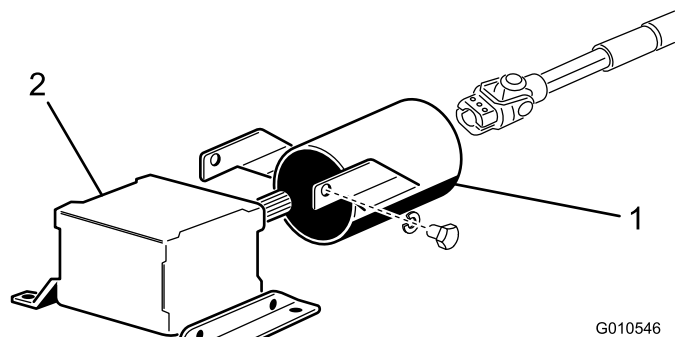

Figure 7
1. Enlevez les 2 vis et rondelles-freins qui fixent les supports du capot de PDF à la boîte d'engrenages (Figure 7).
2. Glissez le capot de protection sur l'arbre de PDF, en le positionnant comme illustré à la Figure 7.